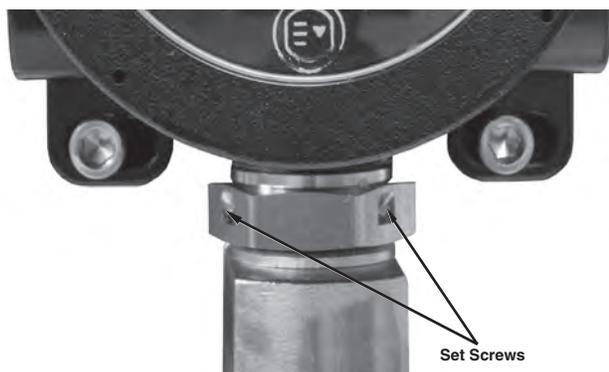

Figura 6—Localização da Contraporca e Parafusos Allen (Somente Modelos Métricos)
3. Aperte os parafusos allen (mínimo de dois) para evitar que a contraporca se mova. Consulte a Figura 6.